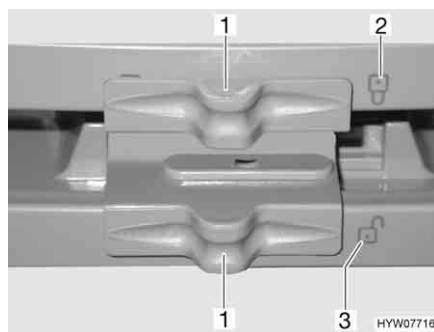

Bild 140 Verriegelung der Kühlschranktür/Frosterfachtür (Dometic 7er-Reihe mit separatem Frosterfach)
- Verriegelung (Bild 140,1) zur Seite schieben, so dass das offene Schloss "☞" (Bild 140,3) sichtbar ist.
- Verriegelung (Bild 140,1) zur Seite schieben, so dass das geschlossene Schloss "☛" (Bild 140,2) sichtbar ist.